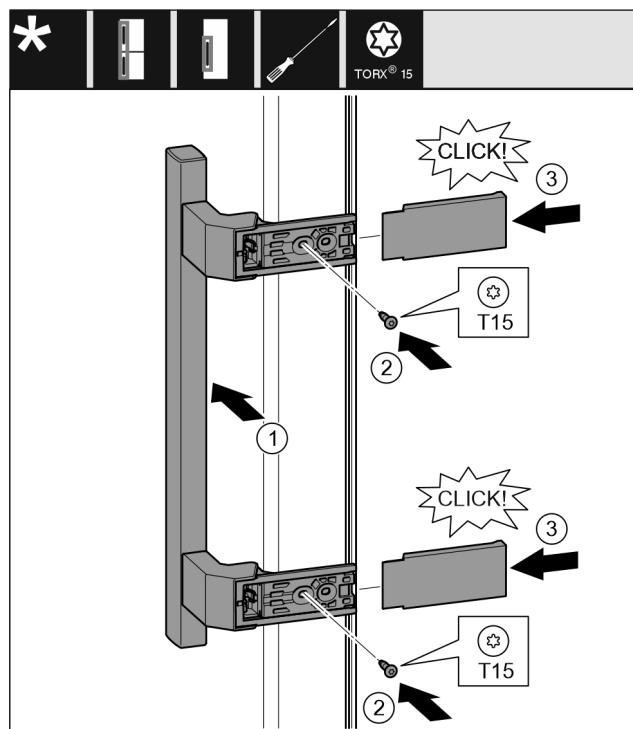

Fig. 18
- Greep op de tegenoverliggende zijde aanbrengen. Fig. 18 (1)
- De schroefgaten moeten precies boven elkaar liggen. Fig. 18 (2)
- Schroeven met schroevendraaier T15 vastschroeven. Fig. 18 (2)
- Afdekkingen zijdelings aanbrengen en erop schuiven. Fig. 18 (3)